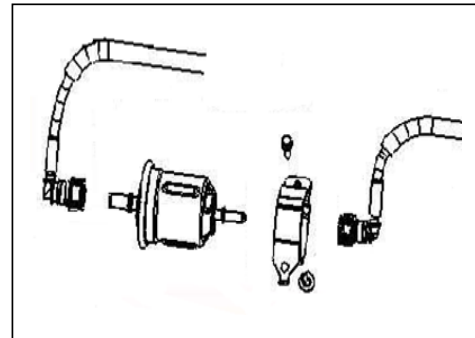

图 7-3
- (1) 释放燃油系统压力。
- (2) 将多余的燃油排放在合适的容器中。
- (3) 将燃油滤清器从支架中取出。
- 拆卸完后的燃油滤清器如下图 7-3 所示：